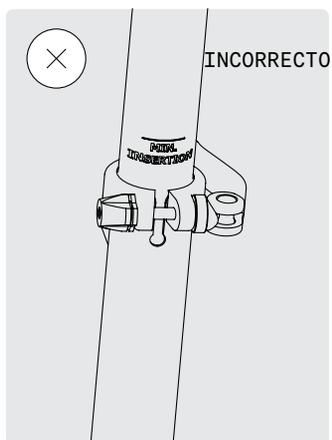

FIG. 35
- Asegúrese de que la tija no quede demasiado profunda en el tubo del sillín. En algunas tijas, el tubo del extremo superior se hace más estrecho y no puede sujetarse con seguridad en ese punto (fig. 35, 36).